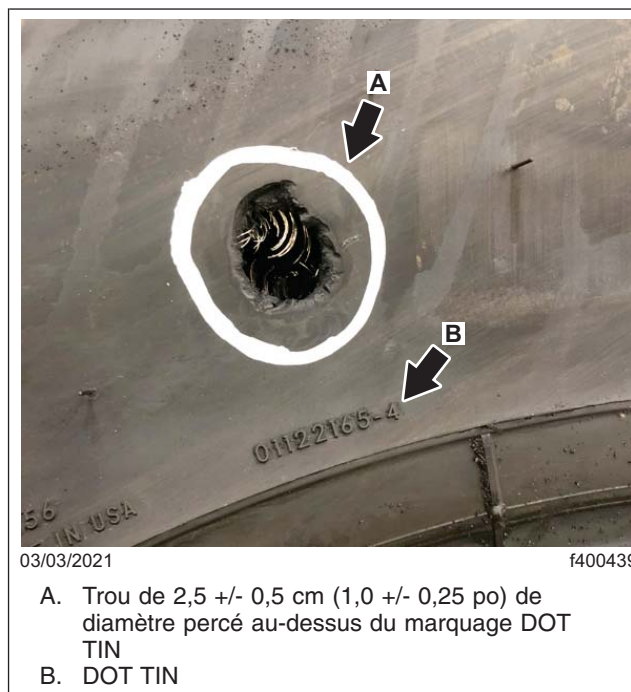

Fig. 7, Trou percé au-dessus du marquage DOT TIN
- Percez un trou de 2,5 +/- 0,5 cm (1,0 +/- 0,25 po) de diamètre, au-dessus du marquage DOT TIN, comme illustré sur la **Figure 7**.